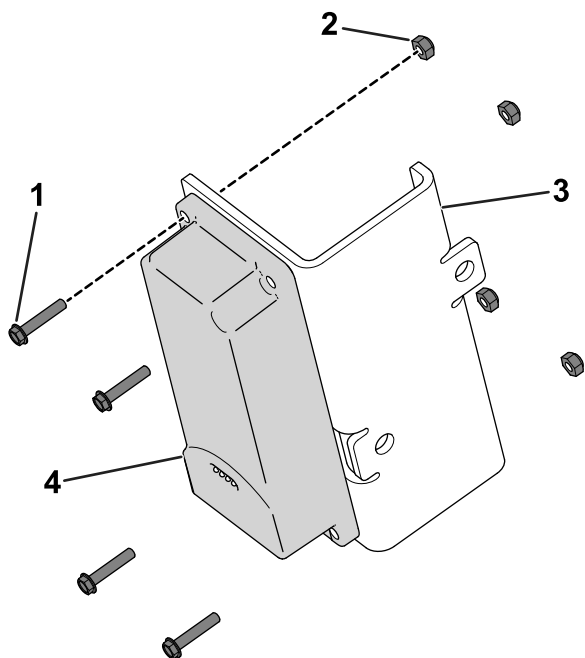

Figure 11
1. Avec 4 boulons à tête hexagonale (n° 10 x 1") et 4 contre-écrous n° 10), fixez le dispositif télématique sur son support (Figure 11).